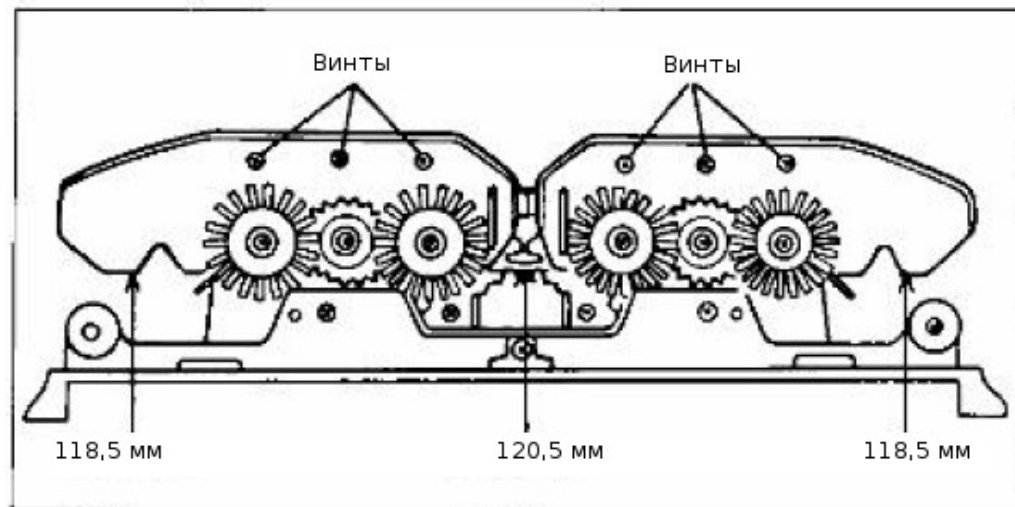

Рис. 5-2
* Позиционная регулировка крыла для нормальной вязки (Рис. 5-2)